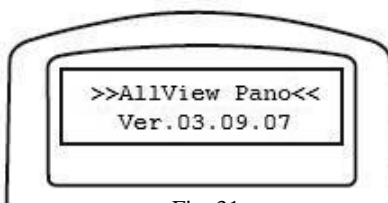

Fig. 31
2. Ligue a montagem. A versão do firmware será exposta na tela LCD como mostrado na **Fig. 31**.